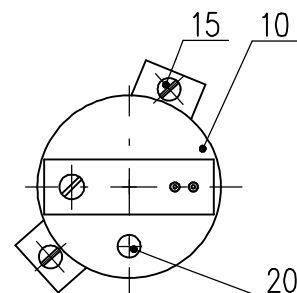

Рис.6
3.5 Установка емкостного датчика (рис.6)